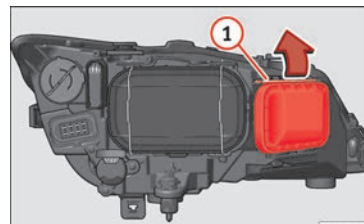

Fig. 106 Lámpara de luz intermitente.
- Desplace el tirante » fig. 106 ① en el sentido de la flecha y saque la tapa.